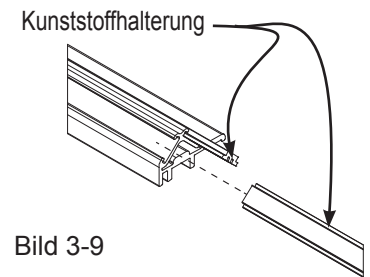

Bild 3-9
**3-3-C :** Schieben Sie die Kunststoffleisten (für den Wiege-Tisch) in den jeweiligen Schienenslot der Schienenstützen. Siehe Bild 3-9.